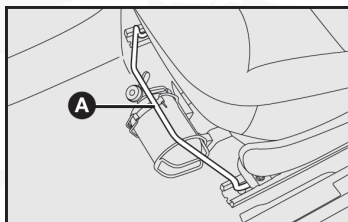

fig. 4
**Ajuste longitudinal - fig. 4**
Levante la palanca A-fig. 4 y empuje el asiento hacia adelante o hacia atrás.